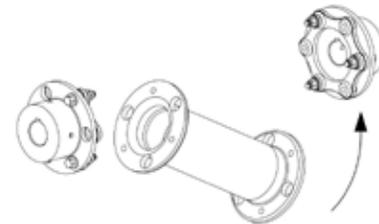

Abbildung 3 – Positionieren Sie den Abstandshalter oben zwischen den Naben.
- 3.1. Positionieren Sie den Abstandshalter zwischen den Naben, wie in Abbildung 3 dargestellt.